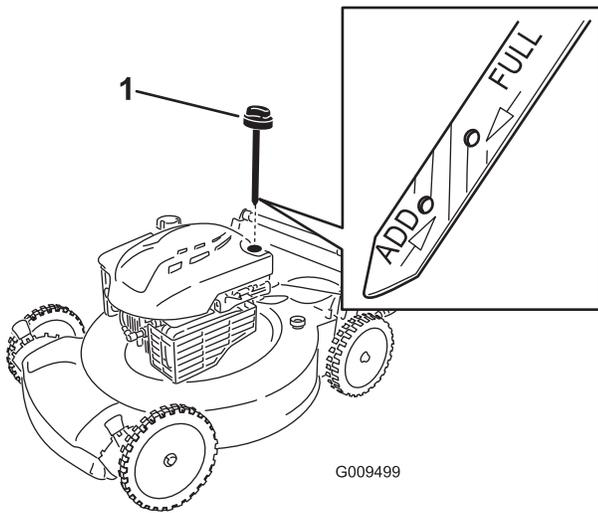

Figura 24
2. Retire la varilla (Figura 24).
4. Vierta aceite **lentamente** por el tubo de llenado hasta que el nivel de aceite llegue a la marca **Lleno** de la varilla (Figura 24). **No llene demasiado.**